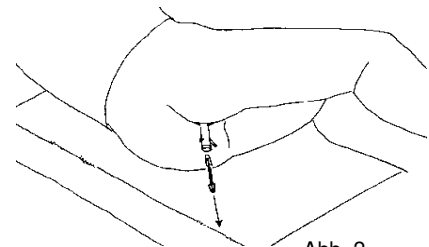

Abb. 2
- Spekulum einführen; darauf achten, dass Frischwasser-Zulaufstutzen zum Genitalbereich des Patienten zeigt (Abb. 2).